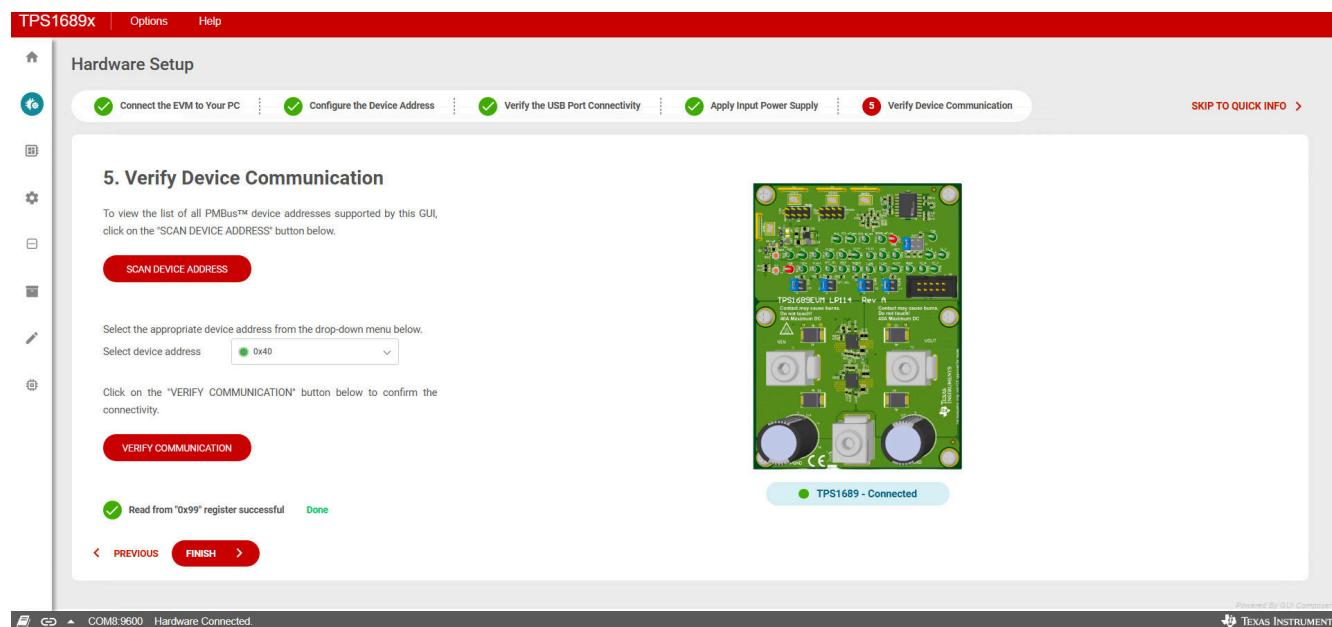
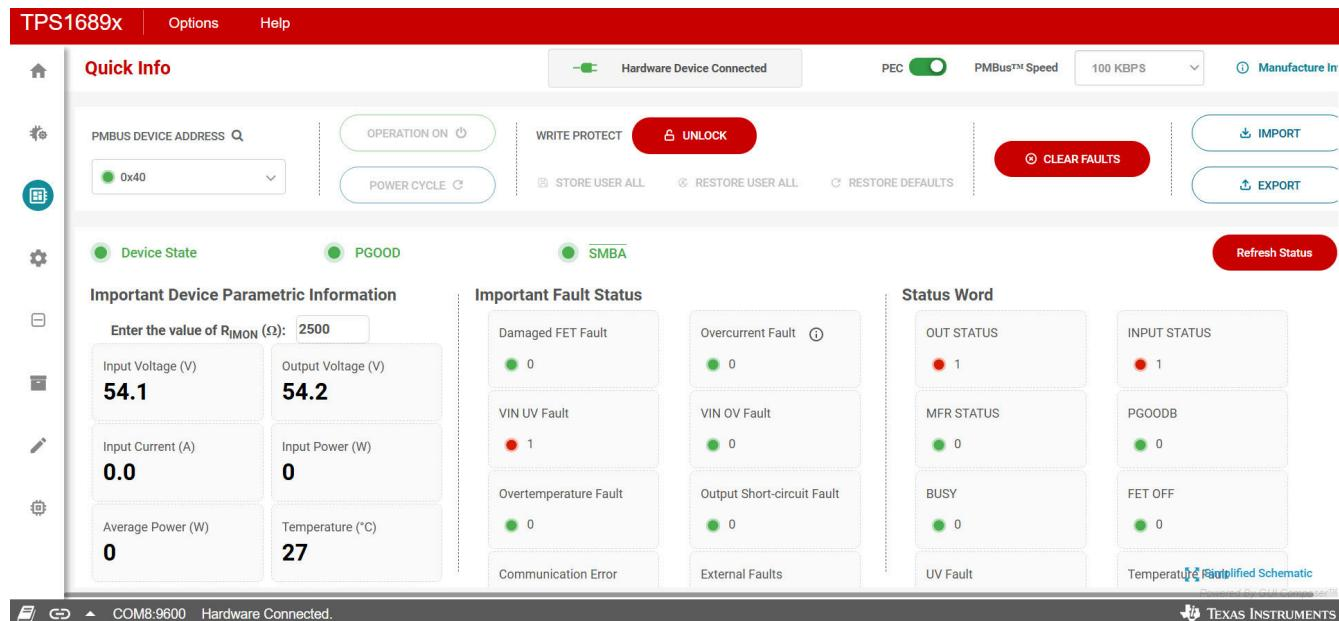

図 4-4. TPS1689EVM-GUI: デバイスの接続を確認します
図 4-5. TPS1689EVM-GUI: クイック情報
概要を示したようにこれまでの 4 つの手順すべてを完了した後、図 4-4 に示すように、すべての手順を注意深く実行し、ハードウェア設定ページのステップ-5 でデバイスの通信を検証してください。
図 4-5 に示すように、ユーザーはデバイスの通信を確認する際に「終了」(FINISH) アイコンをクリックした後、「クイック情報」(Quick Info) ページに移動します (図 4-4 を参照)。図 4-5 に示すように、このページには GUI の左側にある「クイック情報」(Quick Info) アイコンをクリックしてアクセスすることもできます。「クイック情報」(Quick Info) ページには、次の機能があります。
正しい値の入力電流 (A) と入力電力 (W) を取得するには、評価基板の IMON ピンに配置された抵抗と一致するように、GUI で R_{IMON} を更新することによってのみ得られます (図 4-5 の赤い丸を配置して指摘したように)。